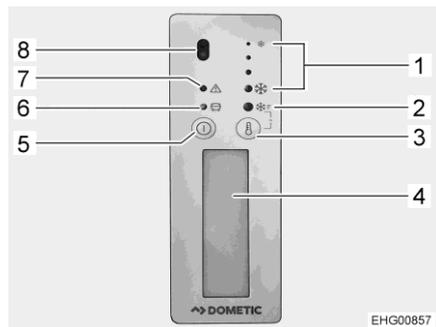

Fig. 55 Boutons de commande (réfrigérateur)
- Appuyer sur la touche Marche/Arrêt (Fig. 55,5). Une fois mis en marche, le compresseur ne démarre qu'au bout d'un court instant.
- Pour régler la température de réfrigération, appuyer plusieurs fois sur la touche de puissance de réfrigération (Fig. 55,3). Plus il y a de DEL allumées à l'affichage du degré de réfrigération (Fig. 55,1) et plus le réfrigérateur réfrigère.
L'éclairage intérieur (Fig. 55,4) s'allume quand la porte du réfrigérateur est ouverte.
La DEL rouge d'affichage de service (Fig. 55,7) clignote en cas de dérangement (voir paragraphe 15.8).
- Appuyer sur la touche Marche/Arrêt (Fig. 55,5) jusqu'à ce que le réfrigérateur soit hors tension.
- Appuyer sur la touche de puissance de réfrigération (Fig. 55,3) pendant plus de 3 secondes. La DEL de la fonction de réfrigération rapide (Fig. 55,2) indique que la fonction est active.